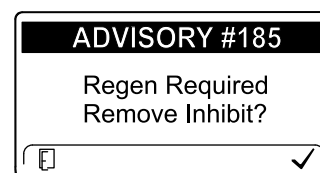

Figura 38
**Nota:** Si usted configura el InfoCenter para inhibir la regeneración, el InfoCenter muestra el AVISO N° 185 (Figura 38) cada 15 minutos mientras el motor solicita una regeneración de reinicio.